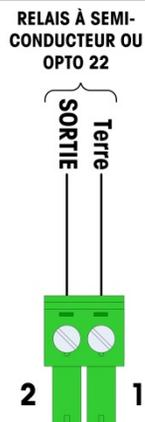

Figure A-44 : Connecteur de sortie discrète du capteur analogique
- Pour un câble à quatre fils standard : Si une augmentation des résultats de pesées est accompagnée d’une réduction des poids sur l’affichage, inverser les fils de signal (+SIG et –SIG). La Figure A-44 illustre les définitions du câblage sur le connecteur de sortie discrète du capteur.